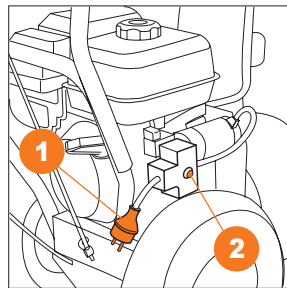

Рис. 20
- Вставьте вилку ① электрического стартера в розетку напряжением 220В и частотой тока 50Гц.
- Нажмите красную кнопку запуска ② на корпусе электрического стартера и удерживайте ее до момента запуска двигателя, но не более 5-ти секунд (Рис. 20).